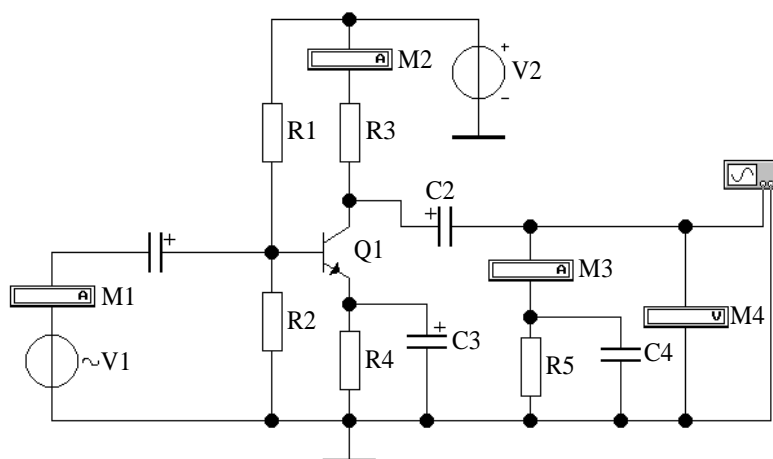

Рисунок 1
5.1 Соберите схему для исследования каскада с общим эмиттером (рисунок 1). Источники напряжения и символ заземления находятся в группе «Sources» (второй ряд сверху на панели инструментов); резисторы и конденсаторы – в группе «Basic»; амперметры и вольтметры – в группе «Indicators», транзистор – в группе «Transistors», а осциллограф – в группе «Instruments». Тип транзистора и параметры элементов выберите из таблицы 1 согласно номеру рабочего места. Все транзисторы можно найти в библиотеке «Motor1».